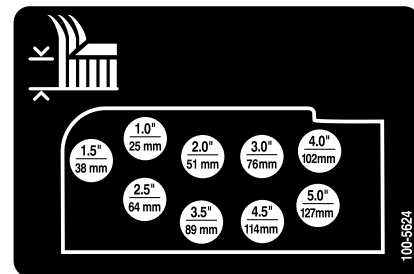

Bild 20
6. Montieren Sie die Schnitthöhenketten im gewünschten Schnitthöhenloch (Bild 20) und befestigen Sie sie mit dem Splint und dem Lastösenbolzen.